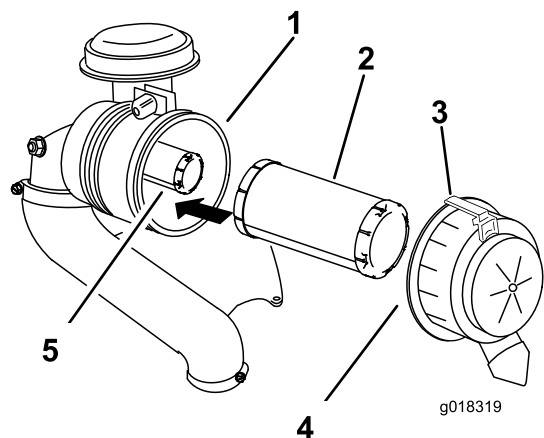

図 44
2. エアクリーナのラッチを引いて外し、カバーを左にひねってボディーから外す 図 44。
3. エアクリーナハウジングから、エアクリーナのカバーを取り外す 図 44。
5. 次フィルタをゆっくり引き抜くようにしてエアクリーナのハウジングから外す 図 44。
2. フィルタのボディに、注意深く安全フィルタを取り付ける 図 44。
3. 1次フィルタをゆっくり押し込むようにして安全フィルタの上から取り付ける 図 44。
5. 上下方向を確認し、Upと書いてある方を上に向けてエアクリーナカバーを正しく取り付け、ラッチを掛ける 図 44。